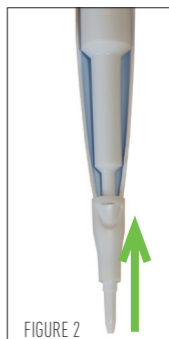

FIGURE 2
- ① Faites glisser l'extension sur l'embout
- ② La clipser sur l'extrémité de l'éjecteur jusqu'à ce qu'elle s'enclenche en position (voir figure 2)